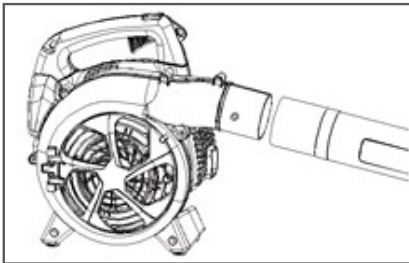

Рис. 3 Установка трубы В
3. Установить напорную трубу В на устройство (см. Рис. 3).